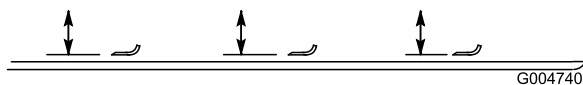

Figura 82
2. Ruotate la lama fino a quando le estremità non sono rivolte in avanti e indietro e misurate la distanza tra l'interno del piatto di taglio e il tagliente sulla parte anteriore della lama (Figura 82).